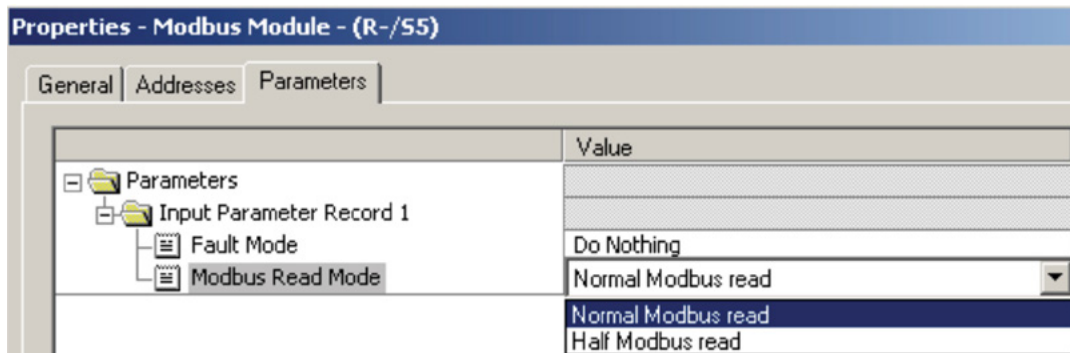

Figure 24
- Modbus Read Mode (Figure 24) :